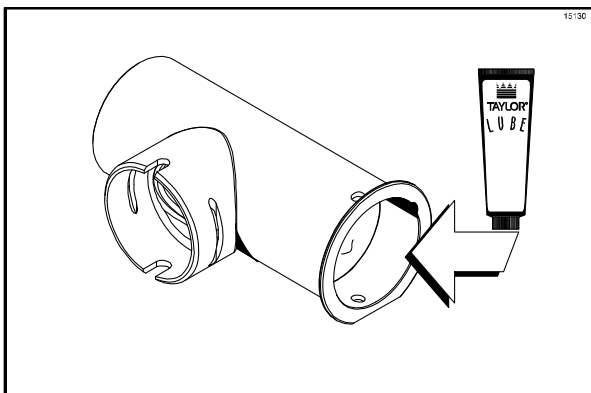

Figura 144
3. Aplique uma camada fina de lubrificante no interior do cilindro da bomba, na extremidade do orifício do pino de retenção. (Veja a Figura 144.)